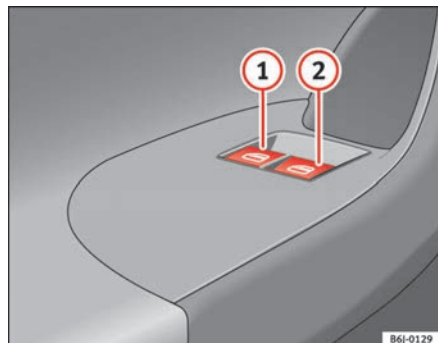

Fig. 47 Detalle de la puerta del conductor: mandos para las ventanillas delanteras.
Las teclas ⇒ página 88, fig. 47 ①, ②, tienen dos posiciones para la apertura de las ventanillas y otras dos para el cierre. De este modo es más fácil controlar las operaciones de apertura y cierre.